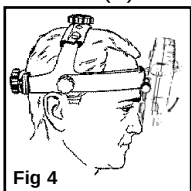
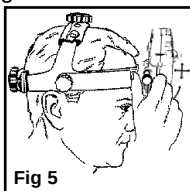

Fig 4
Fig 5
Placez l'ophtalmoscope All Pupil II aussi près des yeux que possible pour obtenir un champ maximal comme illustré à la Fig. 4; utilisez pour ce faire l'ajusteur de charnière (D) comme illustré à la Fig. 5.